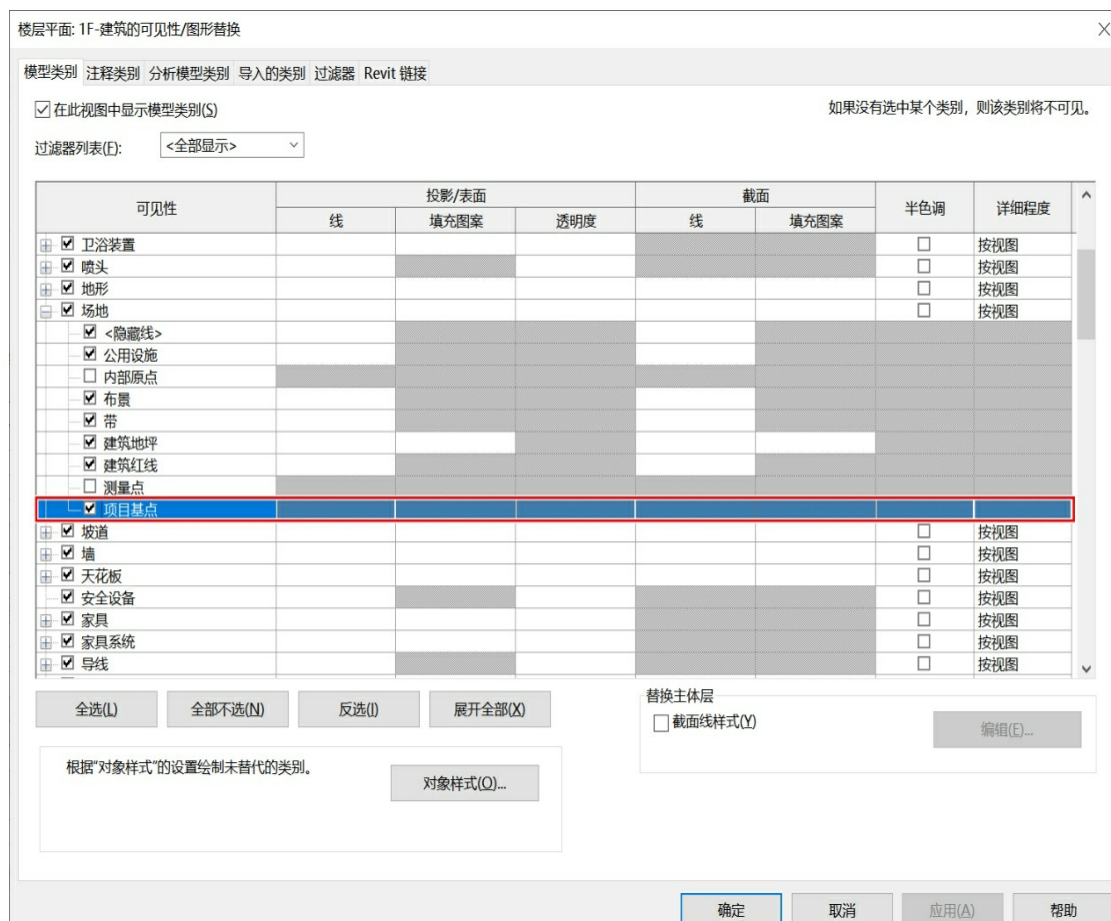

图2-51
(1) 项目基点默认一般都是不显示的。首先在图2-51所示的对话框中勾选“项目基点”复选框，将项目基点显示出来。